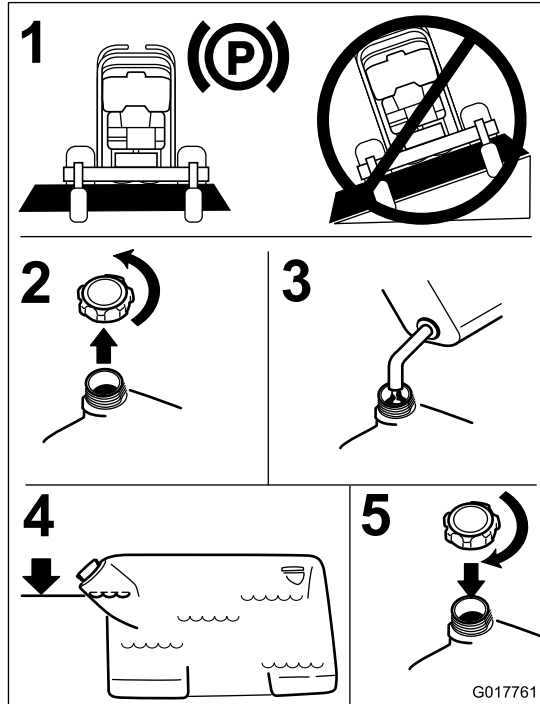

Figure 8
4. Remplissez le réservoir de carburant jusqu'au bas du goulot de remplissage. L'espace au-dessus doit rester vide pour permettre à l'essence de se dilater Figure 8.